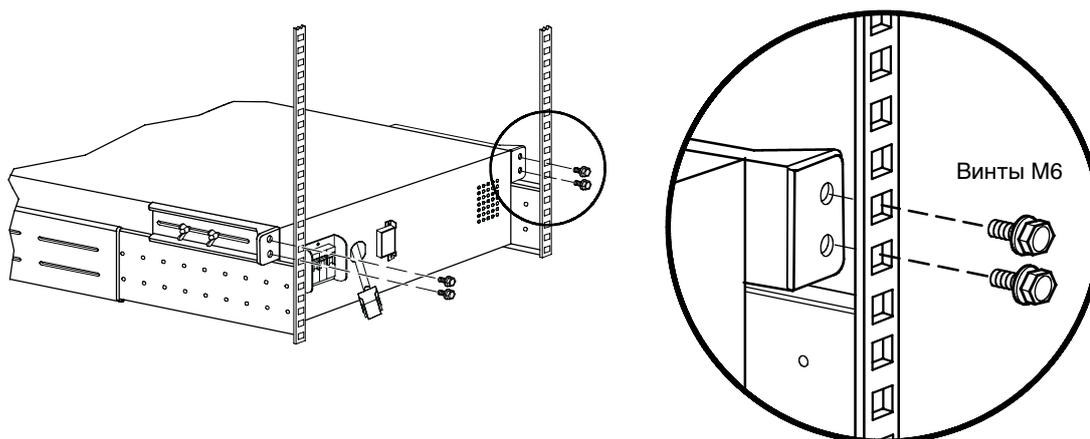

Рисунок 10. Крепление дополнительных сейсмостойчивых кронштейнов EBM
16. При установке дополнительных сейсмостойчивых кронштейнов закрепите кронштейны дополнительного батарейного модуля на стойке с помощью четырех крепежных M6, как показано на рис. 10.